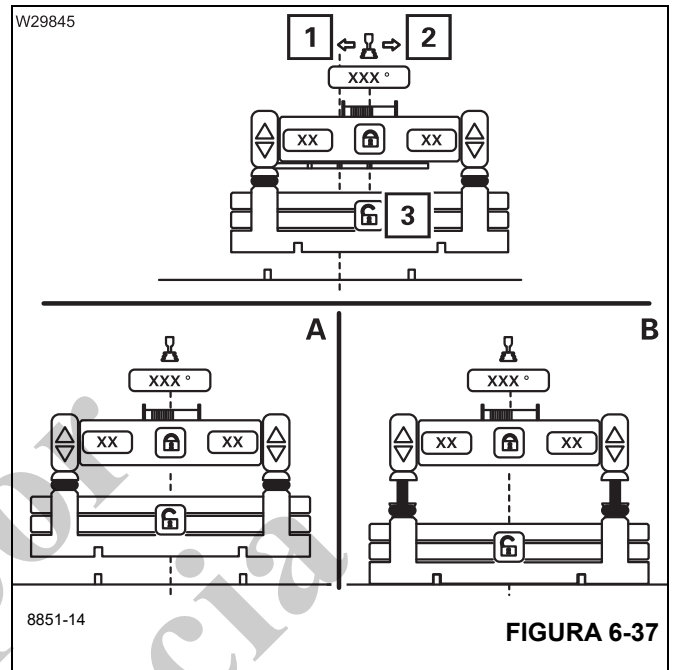

FIGURA 6-37
- Seleccione y confirme el símbolo (3), (Figura 6-37).
- Para girar, mueva la palanca de control en el sentido visualizado (1), (Figura 6-37), o (2), (Figura 6-37) – el modo automático se inicia.
- La superestructura gira a su posición (A), (Figura 6-37).
- Los cilindros de elevación se extienden (B), (Figura 6-37).